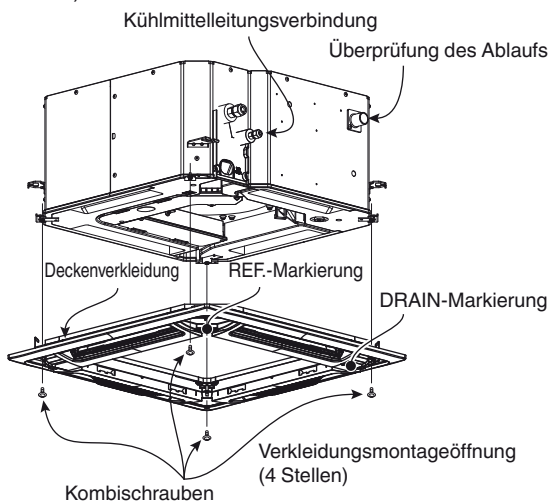

Abb. 7-8
- (2) Die Installationsöffnungen für die Deckenverkleidung und die Schraubenlöcher der Einheit ausrichten.
- (3) Die mitgelieferten Kombischrauben an den vier Deckenverkleidungs-Befestigungspunkten so festziehen, dass die Verkleidung sicher an der Einheit befestigt ist. (Abb. 7-8)